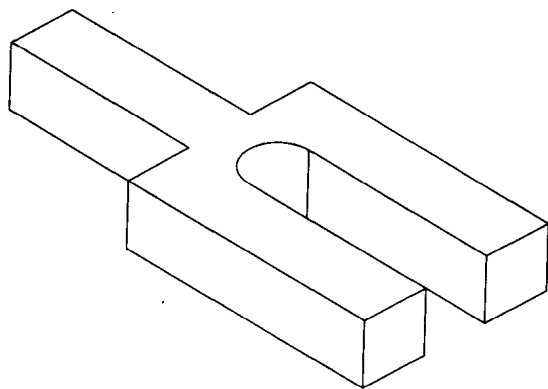

图 5
5) 对截面轮廓进行拉伸、旋转或扫掠，生成一个实体。图5为拉伸截面轮廓。